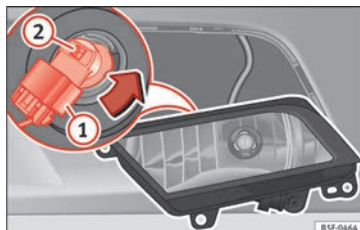

Bild 114 Dimljus fram.
- Ta bort kontakten » bild 114 ① från glödlamp.
- Vrid lamphållaren » bild 114 ② till vänster och dra.